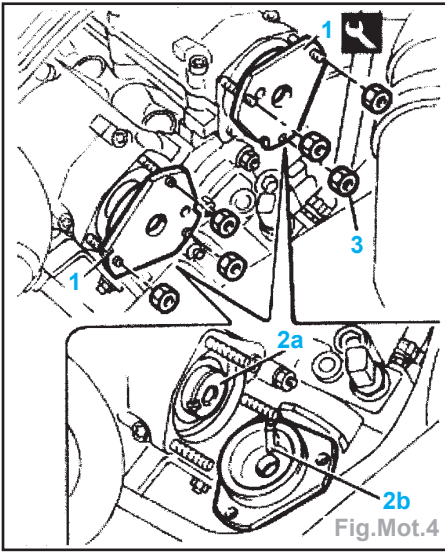

Fig.Mot.4
- Caler les ACT à l'aide des outils 1 860 874 000 en faisant coïncider le logement (2a) avec la clavette (2b) (Fig.Mot.4).